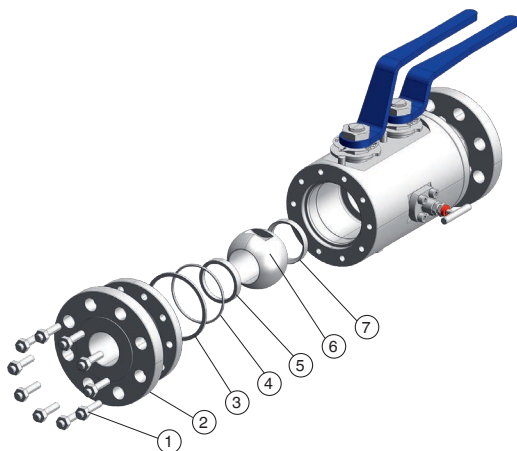

Fig. 1 - Remplacement des bagues d'étanchéité et des sièges de bille
1. Insérer le siège de bille (Fig. 1, 7) dans la zone du siège du corps de vanne.
7. Insérer la bille (Fig. 1, 6) dans la position fermée de manière à ce qu'elle reste dans la bonne position sous la tige, sans tomber à l'intérieur.
8. Placer la bague d'étanchéité (Fig. 1, 3) sur le raccord de fermeture (Fig. 1, 2).
9. Placer le joint torique (Fig. 1, 4) sur le raccord de fermeture (Fig. 1, 2).
11. Insérer le siège de bille (Fig. 1, 5) dans la rainure du raccord de fermeture (Fig. 1, 2).
12. Maintenir la bille (Fig. 1, 7) dans la position fermée et placer le raccord de fermeture (Fig. 1, 2) sur le corps de vanne.
13. Serrer les vis filetées et écrous (Fig. 1, 1).